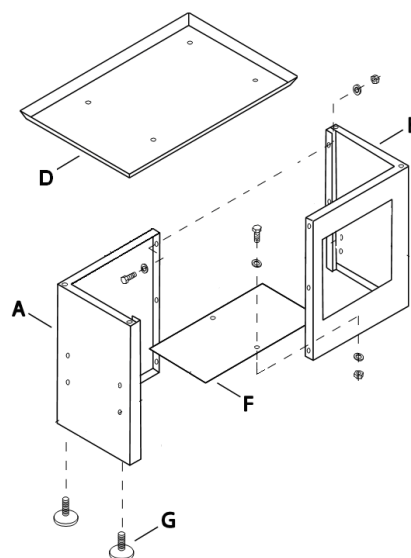

Fig 1
Das linke (A) und rechte (B) Seitenblech mit sechs Sechskantschrauben, Scheiben und Muttern zusammenschrauben (Fig 1).